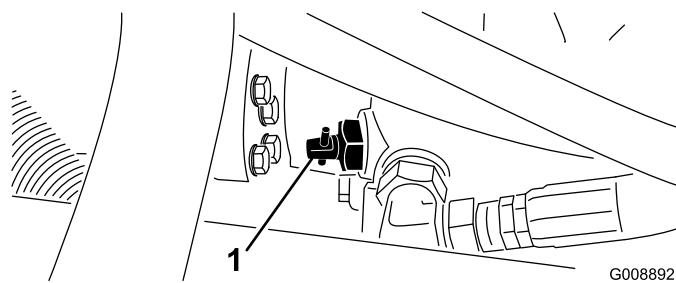

Figura 27
- Localice la válvula de desvío en la bomba (Figura 27) y gírela 90°.